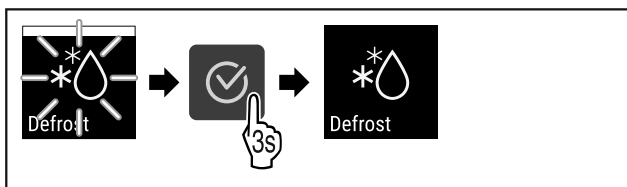

Fig. 87
- Complete steps (see Fig. 87).